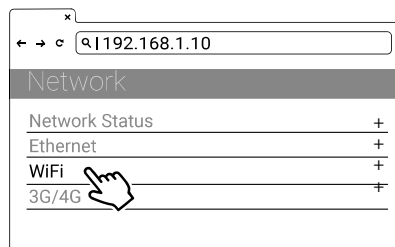

Figure 4-5. Sélection du réseau
- 2) Sélectionner le module Wi-Fi. Se référer à la figure 4-5 ci-après.